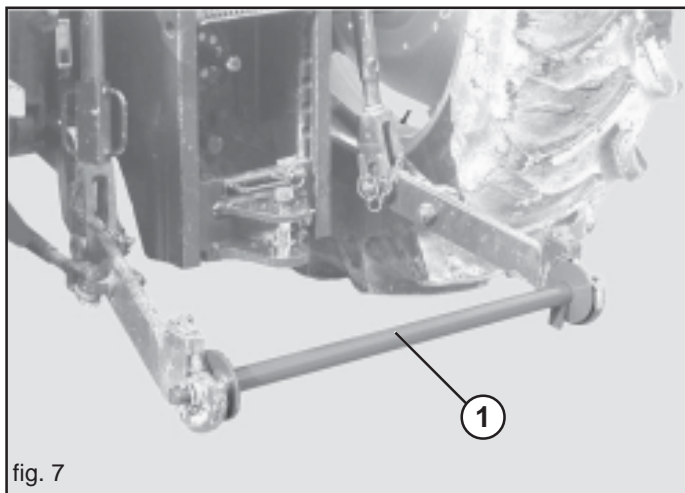

fig. 7
- 1) Enganchar las barras del elevador en los pernos predispuestos (Fig. 7). Bloquear con el pasador de muelle.